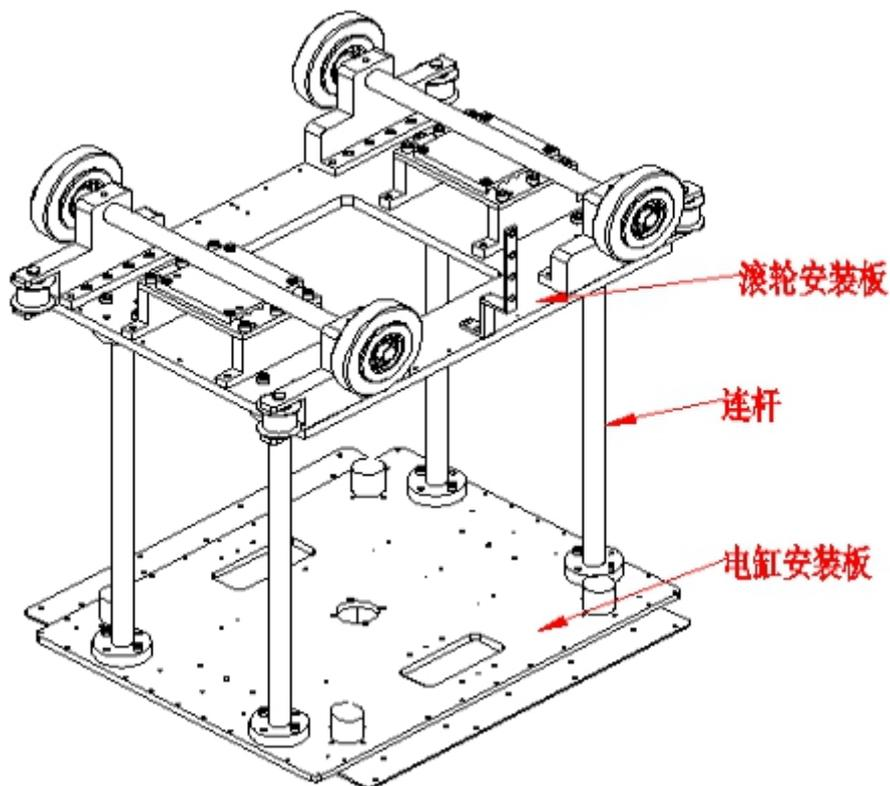
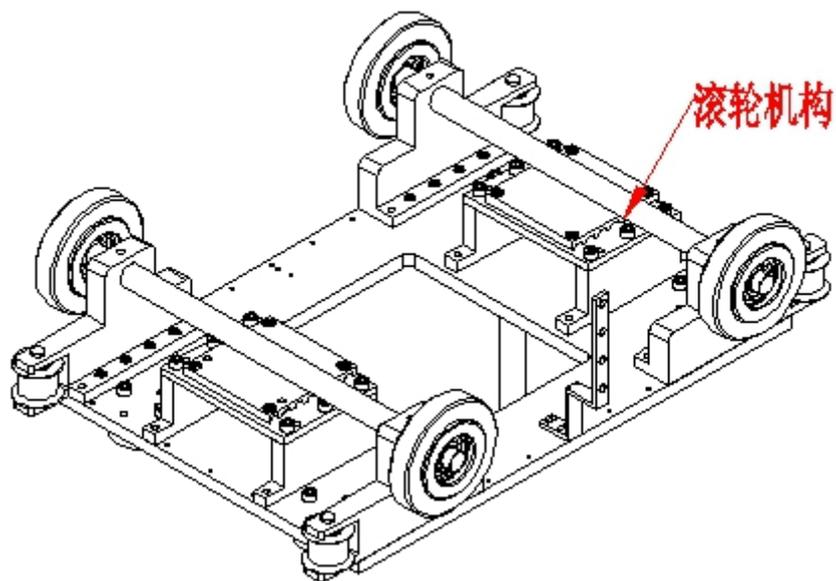

图 7-13
图 7-14
a) 在 6 位工作人员把搬运小车上半部分整体从槽钢导轨上搬下（见图 7-13），放于安全位置，注意防止直线轴承内进入异物。
b) 分别把四根连杆上端与滚轮安装板连接的螺钉松开（见图 7-13），4 位工作人员把滚轮机构（见图 7-14）整体搬运到安全位置，拆下 4 根连杆。